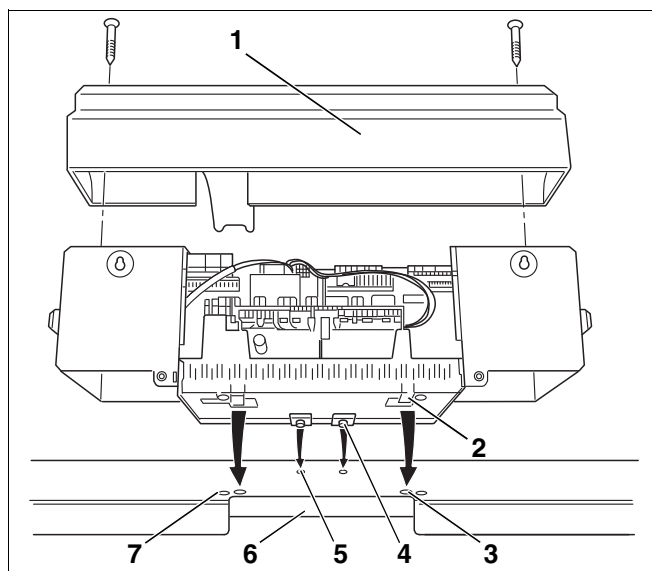
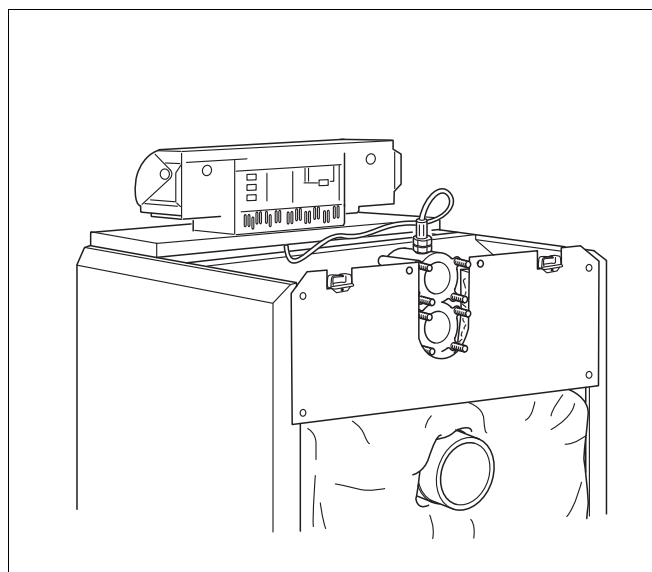

Рис. 43 Установка системы управления
Рис. 48 Котел с установленной системой управления
На рис. 43 изображен вид сзади системы управления и ее передней крышки.
- Ослабить два винта в крышке клеммной коробки (рис. 43, **поз. 1**) и снять ее, приподняв вверх.
- Установить систему управления. Вставить крюки (рис. 43, **поз. 4**) системы управления в овальные отверстия передней крышки котла (рис. 43, **поз. 5**). Систему управления сдвинуть вперед и затем откинуть назад. Эластичные крюки (рис. 43, **поз. 2**) должны войти сзади в прямоугольные отверстия передней крышки котла (рис. 43, **поз. 3**).
- Цоколь системы управления закрепить двумя саморезами (рис. 43, **поз. 7**) к передней крышке котла справа и слева от ввода кабеля (рис. 43, **поз. 6**).
- Крышку клеммной коробки (рис. 43, поз. 1) снова закрепить двумя саморезами на цоколе системы управления (рис. 48).